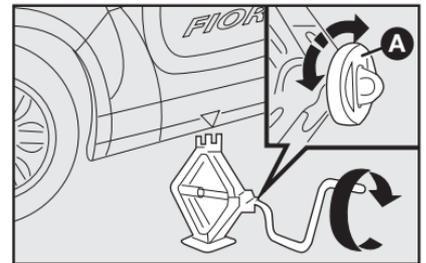

fig. 4
2) Encaixar a manivela no macaco no ponto A-fig. 4 e girá-la para abri-lo parcialmente.